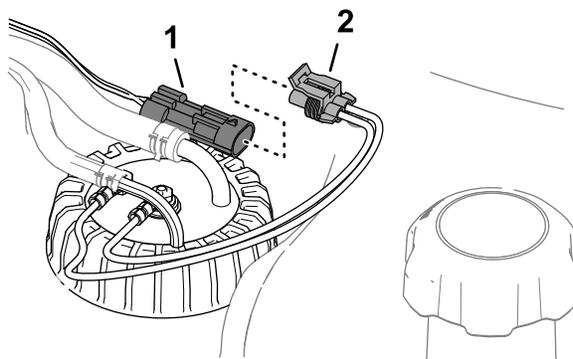

图 87
3. 从机器线束的 2 针接头处拆下燃油发送器线束的 2 插槽接头（图 87）。